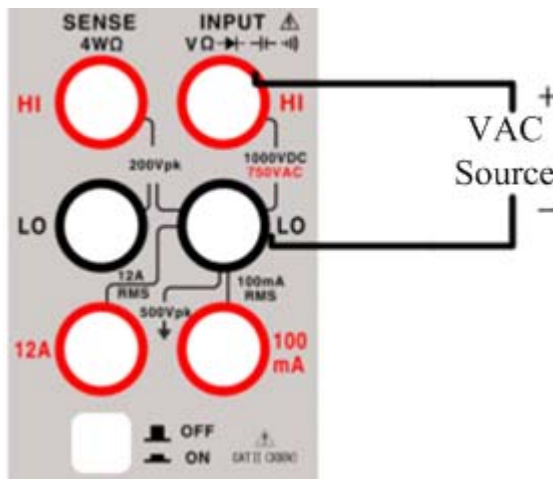

图 2.1.4 ACV 端子连接
- 2、按图 2.1.4 所示，将红色和黑色测试引线连接到各自的输入端子。